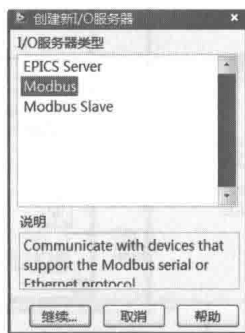

图 15-47 选择 I/O Server 类型
- step 2** 如图 15-47 所示, 选择 I/O Server 类型。